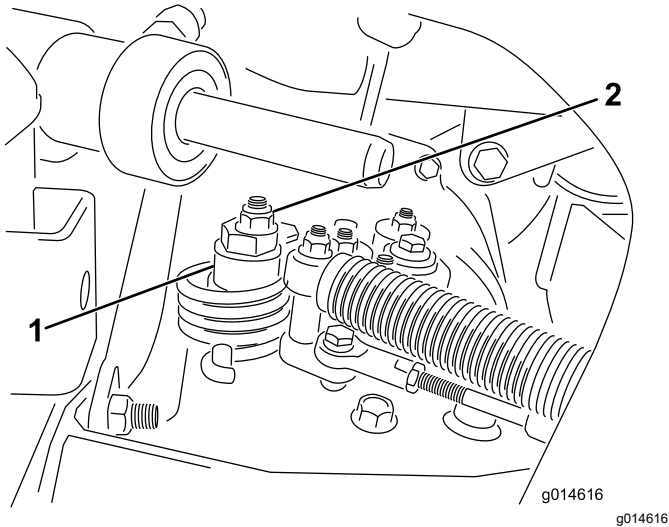

Bild 43
- A. Lösen Sie die Mutter, mit der der Exzenter oben am Hydrostat befestigt ist (Bild 43).
- C. Drehen Sie den Exzenter, bis kein Kriechen in jeder Richtung auftritt. Ziehen Sie die Schraube fest, wenn sich das Rad nicht mehr dreht, um den Exzenter und die Einstellung zu arretieren (Bild 43). Überprüfen Sie die Einstellung, wenn die Gasbedienung in der LANGSAM- und SCHNELL-Stellung ist.